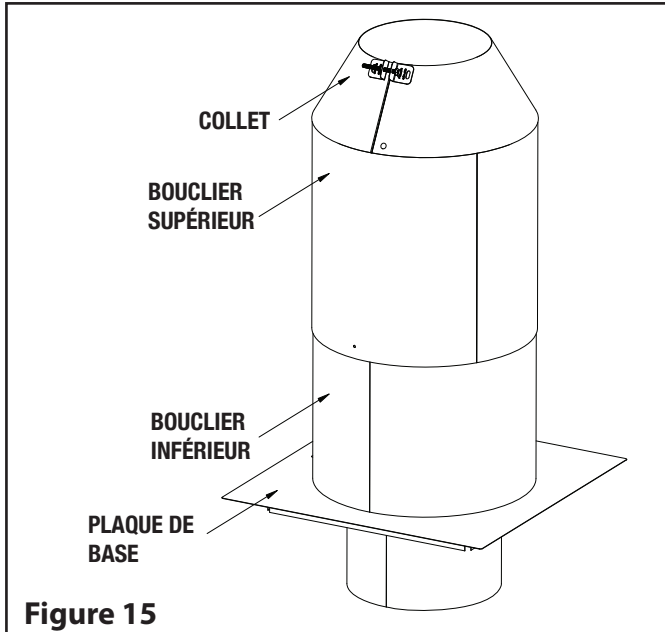

Figure 15
Étape 5.1.E:(USA seulement) - COUPE RADIANT TOIT. Installez l'écran de protection contre le rayonnement du toit dans les solives du toit. Cet écran est composé de (4) plaques métalliques fournies avec le solin de toit. Clouez une plaque de chaque côté des solives à l'aide de (2) clous de 2 1/2 po.
Étape 5.2: AU CANADA SEULEMENT - POUR INSTALLATION CLOISONNÉE SUR UN POÊLE À BOIS OU UN APPAREIL AU CHARBON (voir figure 15) Voir ci-dessous les étapes 5.2A à 5.2F.